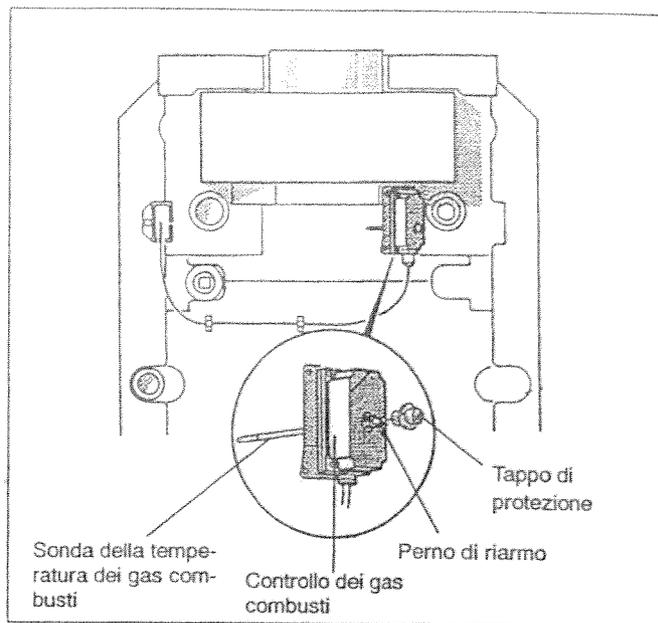

Fig. 26: Controllo dei gas combusti
- Svitare il controllo dei gas combusti dalla sicurezza antiriflusso (Fig. 26).
- Dopo circa 2 minuti rimuovere il tappo di protezione e premere lo spinotto di riarmo (Fig. 26).